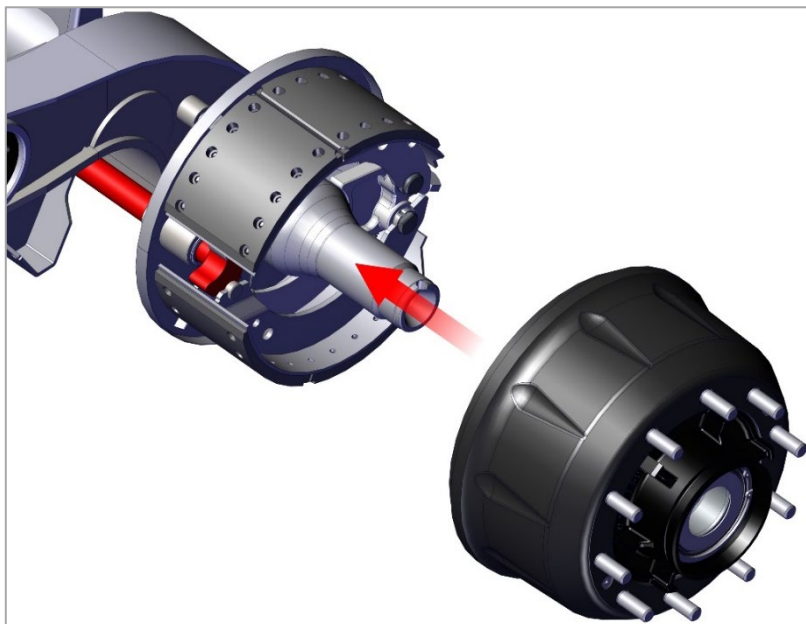

Рис. 26. Монтаж тормозного барабана
- 1) Если ступица и барабан были сняты с оси, то выполняйте монтаж компонентов в порядке, обратном порядку снятия (рис. 26).